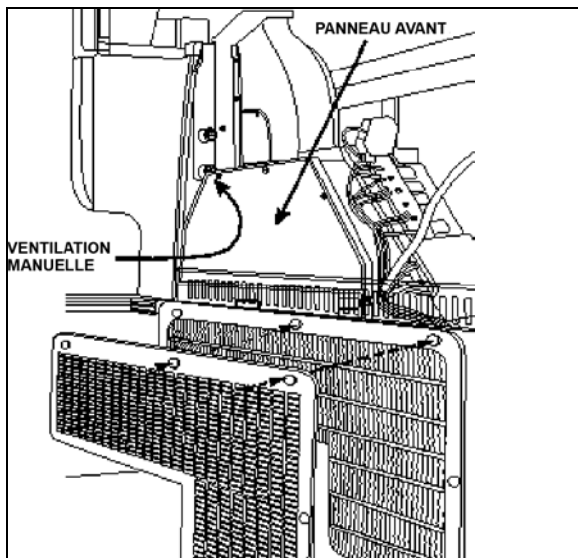
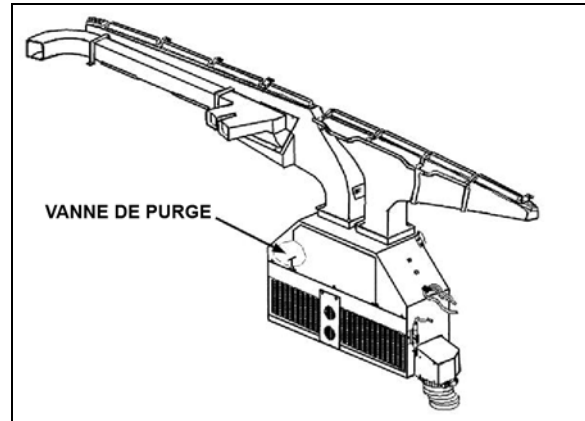
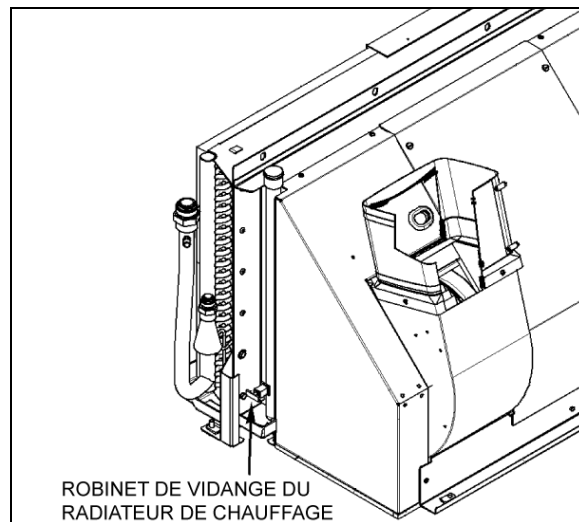

FIGURE 71 : UNITÉ DE CVC/DE DÉGIVRAGE DU CONDUCTEUR
FIGURE 72: CIRCULATION DE L'AIR DE L'UNITÉ DE CONDUCTEUR
FIGURE 77: EMBLACEMENT DU ROBINET DE VIDANGE DU RADIATEUR DE CHAUFFAGE
L'air neuf entre par l'arrière des phares de droite (séries H3) ou par la boîte de répartition d'air sous le compartiment de service avant (séries X3) et pénètre dans la boîte de mélange par l'intermédiaire d'un clapet qui peut s'ouvrir et se fermer. Le retour d'air entre par la console de droite dans la boîte de mélange. (Figure 72) Le mélange d'air passe par les serpentins de refroidissement et de chauffage, par les ventilateurs et par les tuyaux d'évacuation.
4. Depuis l'intérieur du véhicule, démonter les deux panneaux de finition à l'avant de l'unité. Enlever les trois vis qui fixent le panneau avant de l'unité. Ouvrir le robinet de vidange situé à de l'unité du conducteur. (Figure 72). Pour un drainage plus efficace, ouvrir l'évent manuel situé du côté conducteur de l'unité de CVC, s'il y en a un (FIGURE 71).
4. Ouvrir le robinet de vidange en bas du radiateur de chauffage (Figure 77). Il est possible de détacher un raccord de flexible en haut du radiateur de chauffage afin de laisser l'air entrer pendant la vidange. Le robinet de vidange principal du radiateur de chauffage se trouve dans le compartiment de l'évaporateur. Pour accéder à la soupape sur les véhicules de série X, ouvrir la porte du compartiment à bagages situé en face du compartiment de l'évaporateur (côté gauche). Ouvrir le panneau d'accès au compartiment de l'évaporateur.
Il est nécessaire de purger l'air du système de chauffage lorsque le système de chauffage a été vidangé et rempli ou après un manque de liquide et un ajout. Repérer le robinet de purge illustré à la Figure 72 et à la Figure 77, l'ouvrir et le maintenir ouvert jusqu'à ce qu'il n'y ait plus d'air qui sorte des tuyaux. Pour un drainage plus efficace, ouvrir l'évent manuel situé du côté conducteur de l'unité de CVC, s'il y en a un (FIGURE 71).